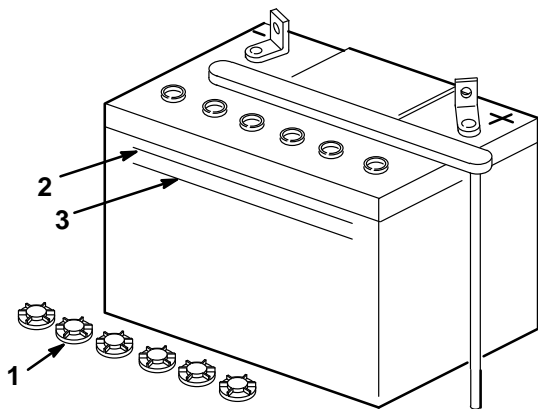

Abbildung 21
2. Auf die Seite der Batterie sehen. Die Füllsäure muß bis zur "OBEREN" Linie reichen (Abb. 21). Die Füllsäure darf nicht unter die "UNTERE" Linie fallen (Abb. 21).
2. Die Einfülldeckel losschrauben (Abb. 21).
3. Langsam destilliertes Wasser in die Batteriezellen gießen, bis der Flüssigkeitsstand die "OBERE" Linie (Abb. 21) am Batteriegefäß erreicht.